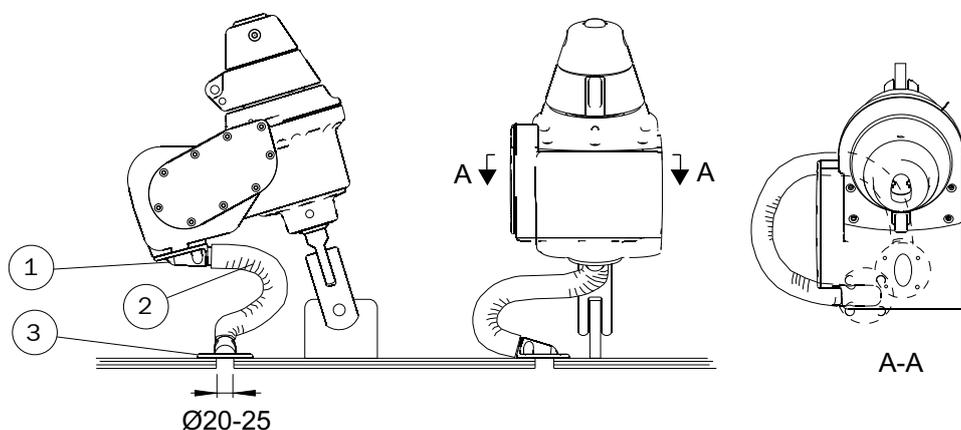

Fig. 5.6
9. La figure 5.6 montre un exemple d'installation de la collerette et de la gaine.
13. Enfilez la gaine de protection et les deux colliers de serrage sur les câbles C3. Montez la gaine sur la collerette de l'unité de puissance ① (fig. 5.6). Utilisez un tournevis à tête hexagonale pour colliers de serrage et serrez fermement.
14. Passez les câbles dans la collerette passe-pont ③ (fig. 5.6) et installez la gaine.